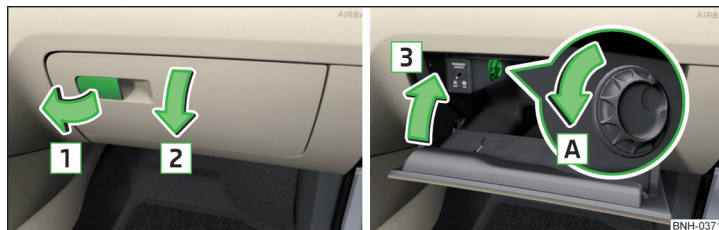

Fig. 76 Deschiderea/închiderea compartimentului de depozitare și deschiderea admisiei aerului
- › Trageți mânerul în sensul săgeții **1** » fig. 76.
- › Rabatați capacul în sensul săgeții **3**, până când se fixează cu declic » fig. 76.
- › Prin rotirea comutatorului rotativ în sensul săgeții **A** până la capăt se **deschide** alimentarea cu aer » fig. 76.